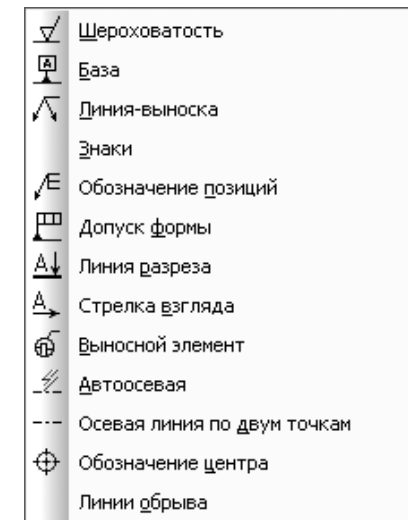

Рис. 4.181. Всплывающее меню пункта **Обозначения** выпадающего меню пункта **Инструменты** главного меню
- **Обозначения** вызывает всплывающее меню, показанное на рис. 4.181.